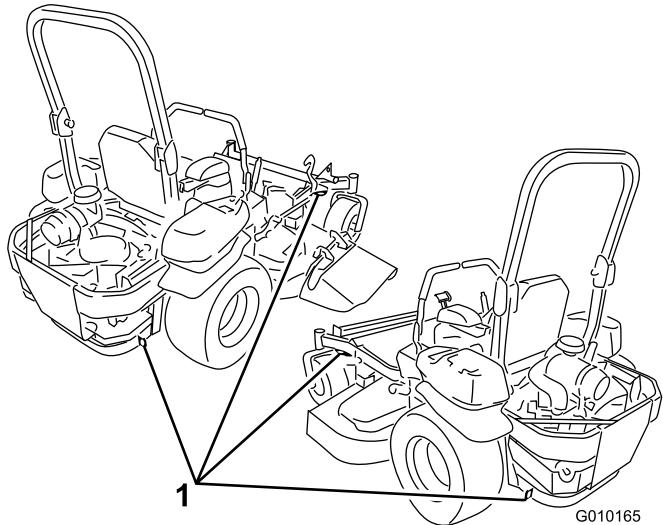

Bild 37
5. Befestigen Sie die Maschine mit den Metalbefestigungsschleifen und Riemen, Ketten, Kabel oder Seilen am Anhänger oder LKW (Bild 37).